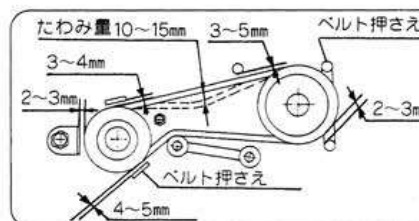

図39
- 3) ベルトの中央を指で軽く押さえて、ベルトのたわみ量が10~15mmになるようにし、またベルト押さえとベルトの間隔が2~5mm内外になるようにレバーのワイヤ調整とベルト押さえ取付ボルトをゆるめて、調節してください。(図39)